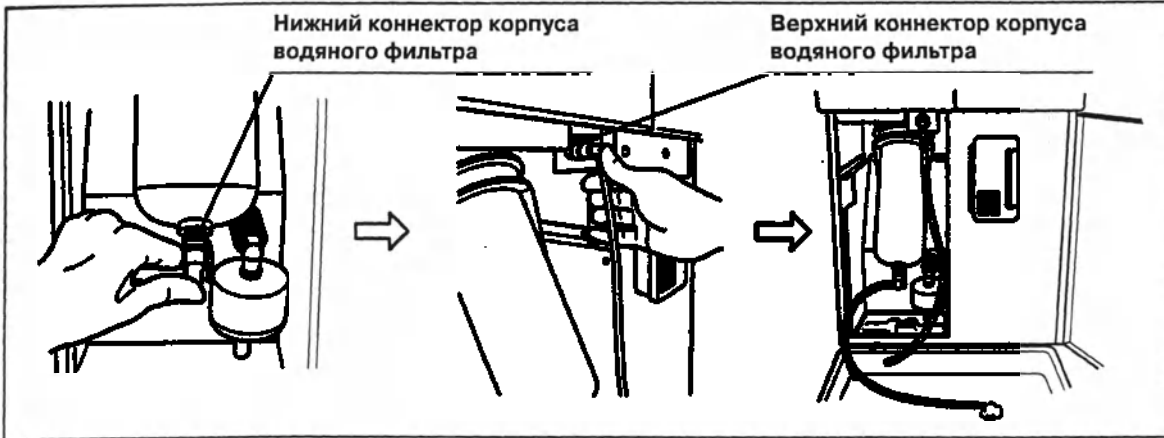

Рис. 4.12
6. Опустите концы двух трубок от фильтра в сосуд, ранее установленный перед OER[®] и присоедините другие концы трубок, соответственно к нижнему коннектору корпуса водяного фильтра и к верхнему коннектору корпуса водяного фильтра (вода начинает вытекать из трубки, присоединённой к нижнему коннектору корпуса водяного фильтра) (см. рис. 4.12).